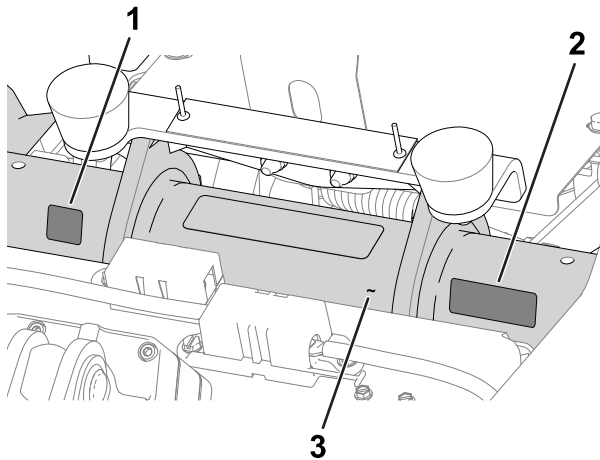

图 11
- **生产年份标贴**和**CE 标贴**将标贴贴在座椅和序列号牌下方的机架管上请参阅 图 11。